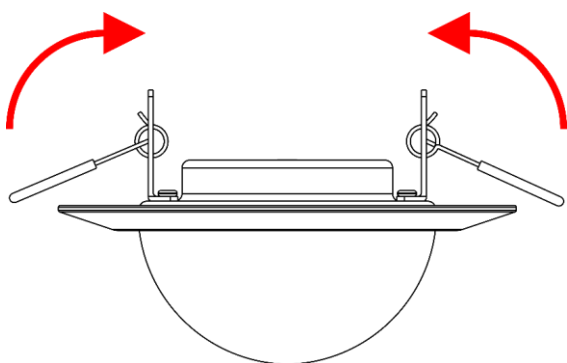
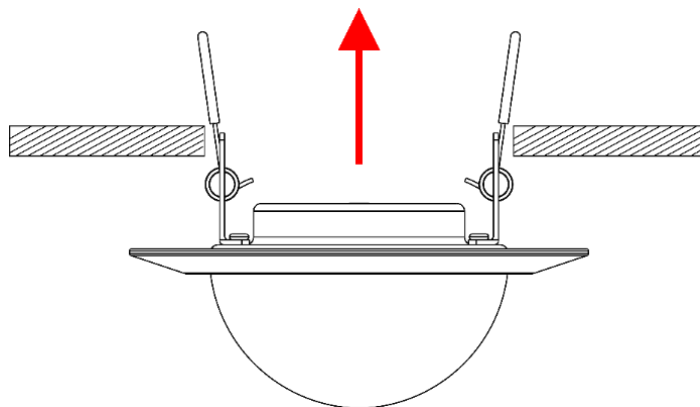

Fig. 04
Fig. 05
- 04) Piegarle le **clip di montaggio a molla (02)** verso l'alto (Fig. 04) e inserire il Pixel Dot nell'apertura di montaggio (Fig. 05).